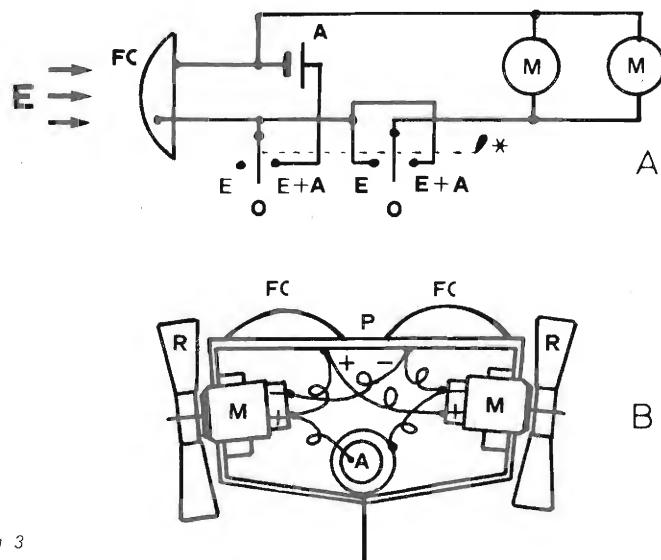

figura 3
B) Ponte con le fotocelle montate incluso in resina: compaiono ai lati le ruote motrici a pale. A poppa il deviatore: escluso in posizione centrale, in E le pile solari alimentano i motori, in E+A funziona, in tampone, l'accumulatore (vedasi anche figura 3 A).
In zona d'ombra il battello rallenta e si ferma: per ovviare a questo inconveniente è stato sistemato in parallelo un accumulatore, preso da una automobile giocattolo **Sizzlers** (figura 3 A, B).